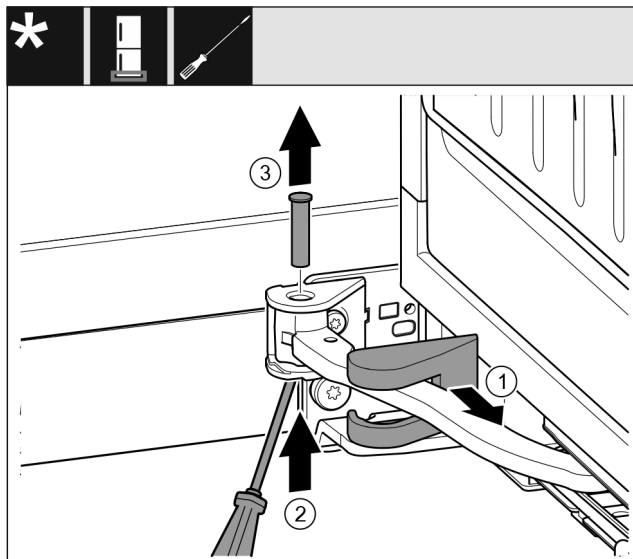

Fig. 15
- Vedä laakeripukin suojus irti ja siirrä sitä niveltä pitkin. Fig. 15 (1)
- Kohota tappia työntämällä sitä sormella tai ruuvimeisselillä alapuolelta. Fig. 15 (2)
- Vie ruuvimeisseli tapin pään alapuolelle ja vedä tappi ulos. Fig. 15 (3)